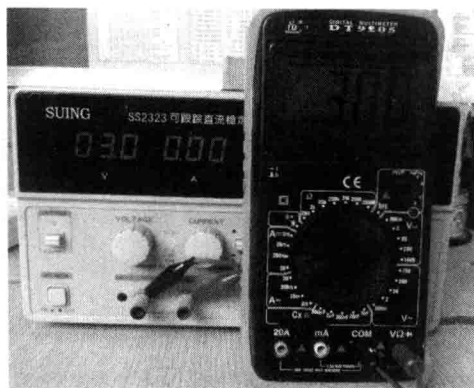

图 1.1.4 数字万用表测量直流电压
① 首先将黑表笔插进“COM”孔,红表笔插进“ $V\Omega$ ”。
② 然后将挡位/量程选择开关置于“ V_{-} ”直流电压挡中量程为 $20V$ 挡位,并将测试表笔连接到被测源两端。
③ 显示器显示被测电压值,如图 1.1.4 所示为 $3.00V$ 。